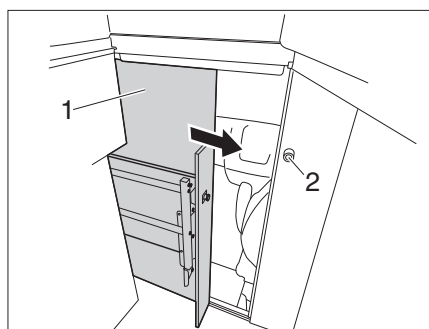

Fig. 61 Cerradura de la cabina del conductor
- Empujar la puerta (Fig. 61,1) hasta que engatille en la cerradura.
- Girar el tirador (Fig. 61,2) en sentido contrario a las agujas del reloj, hasta que esté bloqueada la puerta.
- Girar el tirador (Fig. 61,2) en sentido de las agujas del reloj, hasta que esté desbloqueada la puerta.
- Empujar y asegurar la puerta (Fig. 61,1).